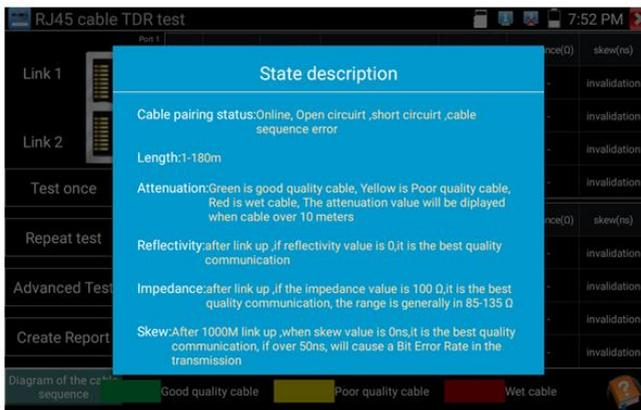

Рис. 119 Справочная информация подключения кабеля к тестеру для TDR теста
- 1) «Справочная информация» (Help) содержит информацию о каждом из измеряемых параметров, рис. 119;